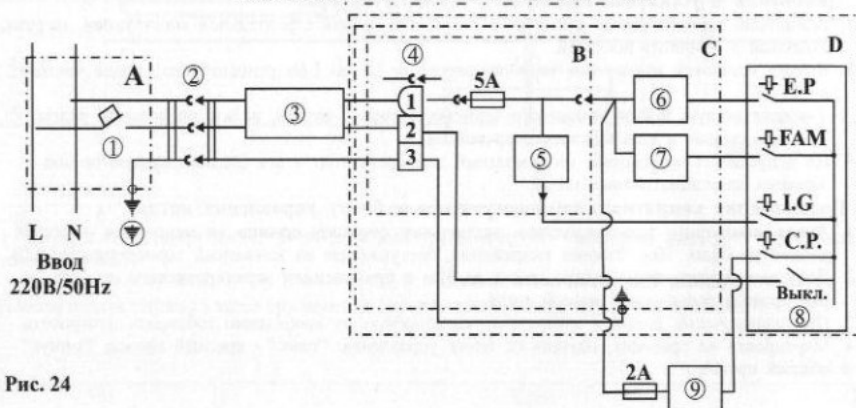
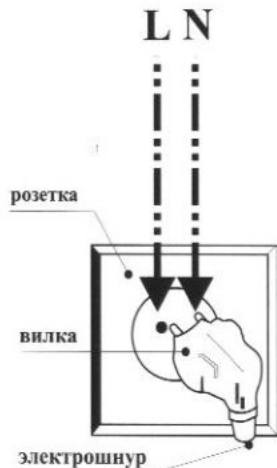

Рис. 24
Рис. 26
2. Подключение котла к электрической сети (Рис. 24).
- 2.1. Подключение котла к электрической сети отапливаемого объекта, как показано на схеме подключения котла к электросети (см. рис. 24 и рис. 26).
- 2.2. Электрическое оборудование котла должно питаться от одного источника электроэнергии и выключаться при помощи одного выключателя (см. рис. 24).
- 3.4. Подачу электропитания на котел выполняет электрический соединитель, состоящий из розеточной и вилочной частей, см. рис. 24 поз.2, и рис. 26. Включение/выключение электропитания автоматики котла выполняет выключатель на блоке управления. Однако, когда выключатель на блоке управления находится в положении "Выключено", электропитание продолжает обеспечивать работу узла безопасности котла. Котел считается обесточенным, когда вилка отключена от электросети.
6. Порядок включения котла в электророзетку (Рис. 26).
- 6.1. Коммутация проводов на электророзетке выполняется, как показано на рис. 26. Слева от лицевой стороны электророзетки к контактному винту подключается фазовый провод "L", справа к контактному винту подключается нулевой провод "N".
В комплекте котла поставляется электрощур с электровилкой с зануляющим контактом с одной стороны и с разъемным соединением 3PIN (см. поз. 4 на "Схеме подключения котла к электрической сети", (рис. 24) через питающий провод соединяется со штифтом "L" электровилки (см. рис. 26). Штифт "L" электровилки соединяется с гнездом "L" электророзетки.